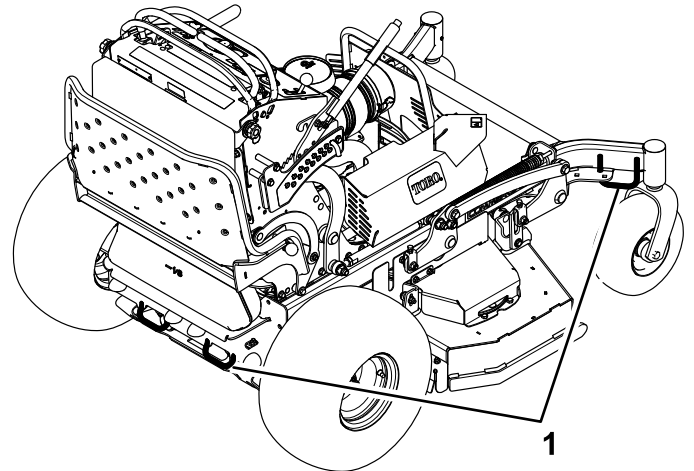

Figure 27
7. Arrimez la machine près des roues pivotantes avant et du pare-chocs arrière à l'aide de sangles, chaînes, câbles ou cordes (Figure 27). Reportez-vous à la réglementation locale concernant les exigences d'arrimage.